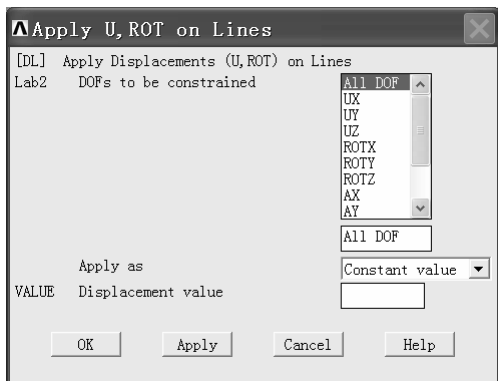
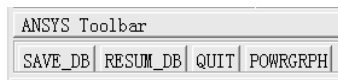

图 3-187 “Apply U, ROT on Lines” 窗口
图 3-188 工具条
(7) 单击“Apply U, RO...”窗口中的“OK”按钮，弹出“Apply U, ROT on Lines”窗口（见图 3-187）。
(8) 拖动“Apply U, ROT on Lines”窗口右上方方框后的滚动条，选中“All DOF”，然后单击该窗口中的“OK”按钮，图形窗口中显示圆筒两端被约束。
(9) 单击操作界面左上角处工具条上的“SAVE\_DB”按钮（见图 3-188），保存文件。